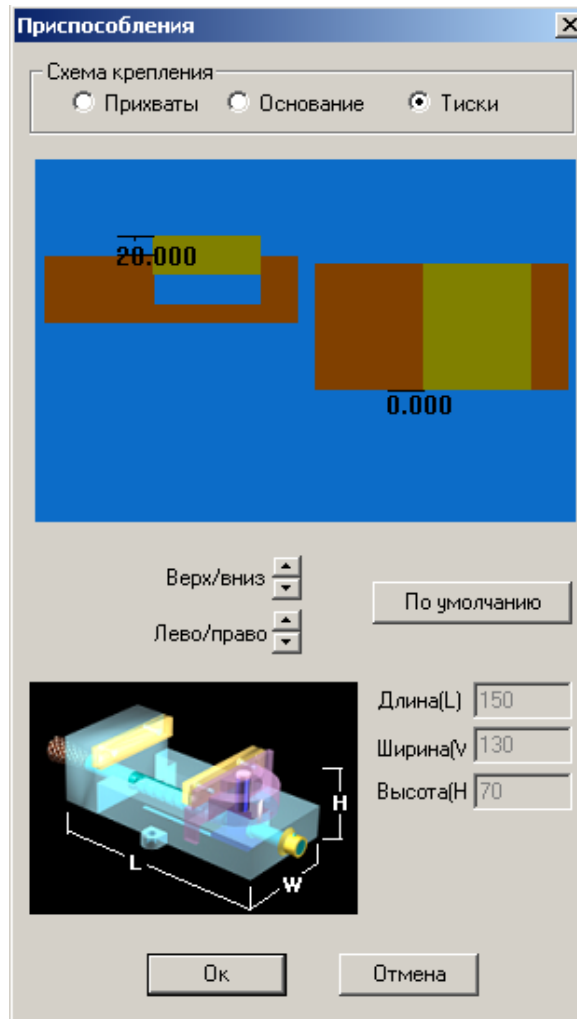

Рисунок 3.6 - Вибір затискного пристрою
3.2. Для вибору затискного пристрою натисніть клавішу «Наладка» , в меню виберіть «Пристосування». Оберіть тип затискного пристрою Тиски, та підніміть заготовку вгору на 20 мм (рис. 3.6).